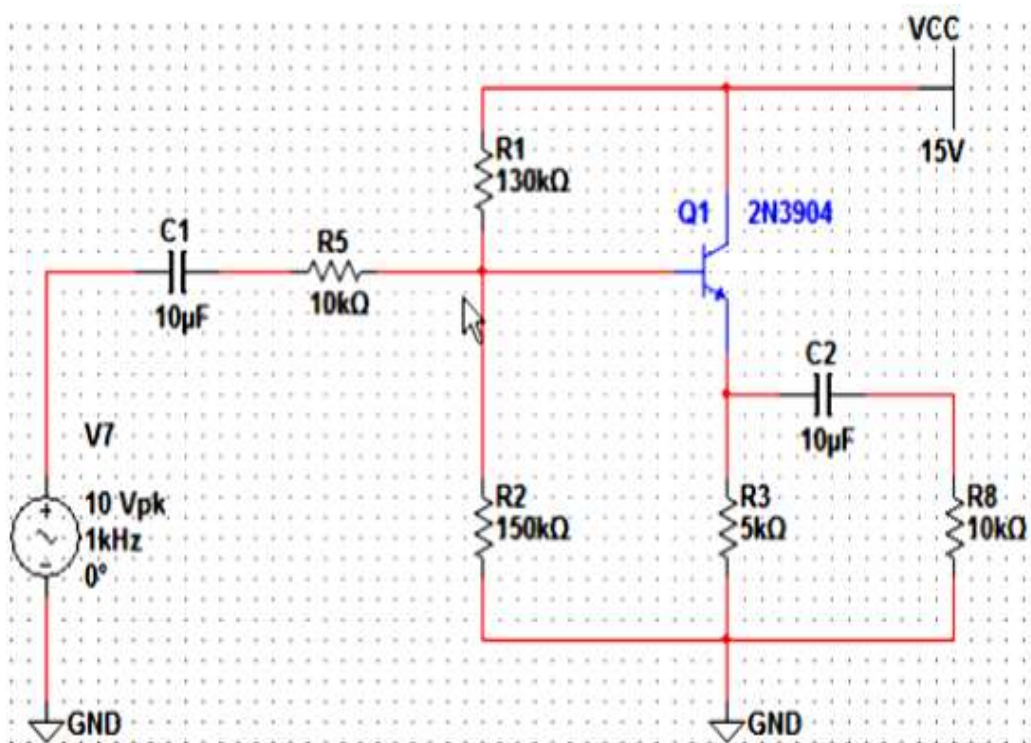

Рис. 7.3. Схему эмиттерного повторителя.
1. Исследование эмиттерного повторителя на одиночном транзисторе. 1.1. Собрать схему эмиттерного повторителя (рис. 7.3.).